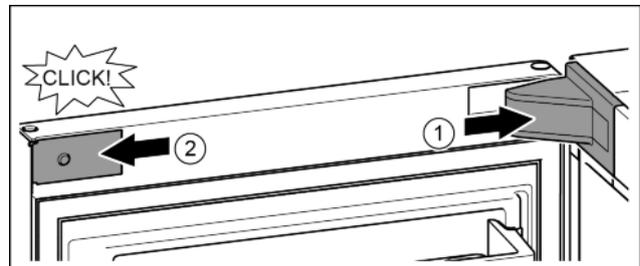

Fig. 18
- ▶ Uzlieciet un nofiksējiet gultņa balsta pārsegu, ja nepieciešams, uzmanīgi atspiediet. Fig. 18 (1)
- ▶ Sānos pielieciet un nofiksējiet aizsegu. Fig. 18 (2)